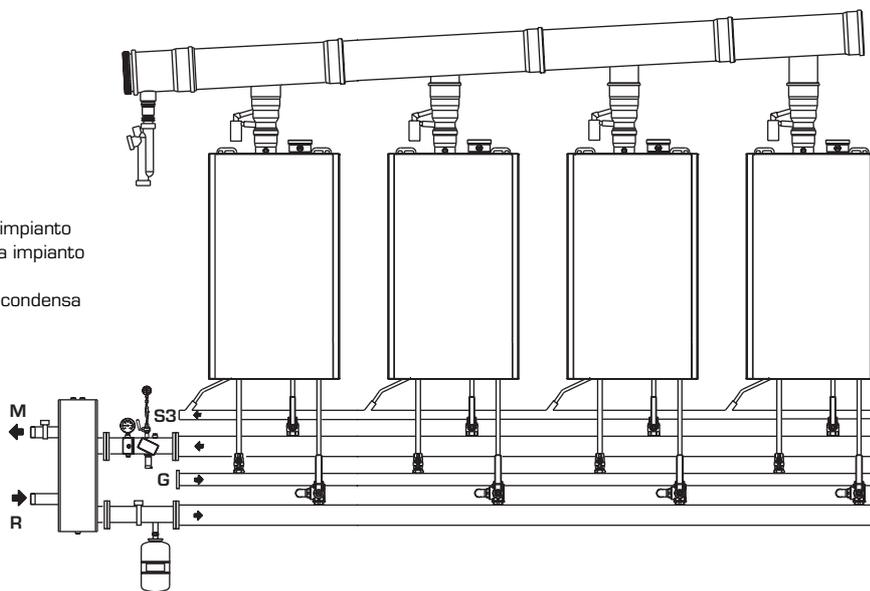

Fig. 3
2.2 INSTALLAZIONE (fig. 3)
Nell'installazione in sequenza/cascata vedere l'esempio di fig. 3.